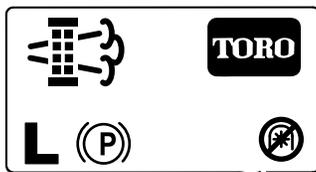

図 74
**注** ホーム画面に PTO 無効アイコンが表示されません (図 74)。
**注** ホーム画面に PTO 無効アイコンが表示されます (図 74) 駐車再生のメッセージ (ページ 44) を参照。